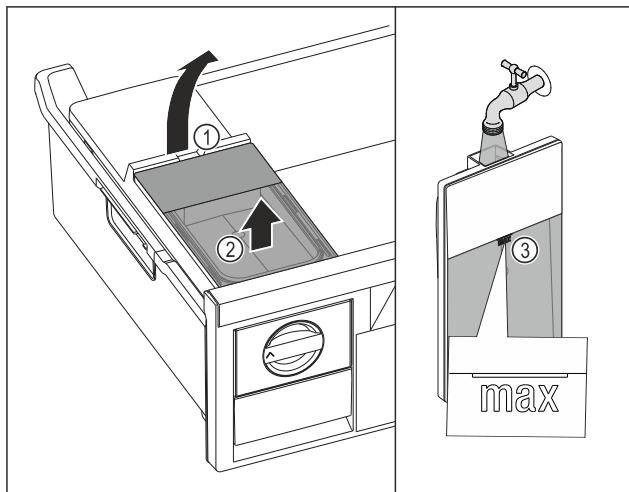

Fig. 121
- ▶ Dvignite rezervoar za vodo dvignite za izrez Fig. 121 (1).
- ▶ Rezervoar za vodo odstranite v smeri navzgor. Fig. 121 (2)
- ▶ Rezervoar za vodo napolnite s pitno vodo do označke Fig. 121 (3).